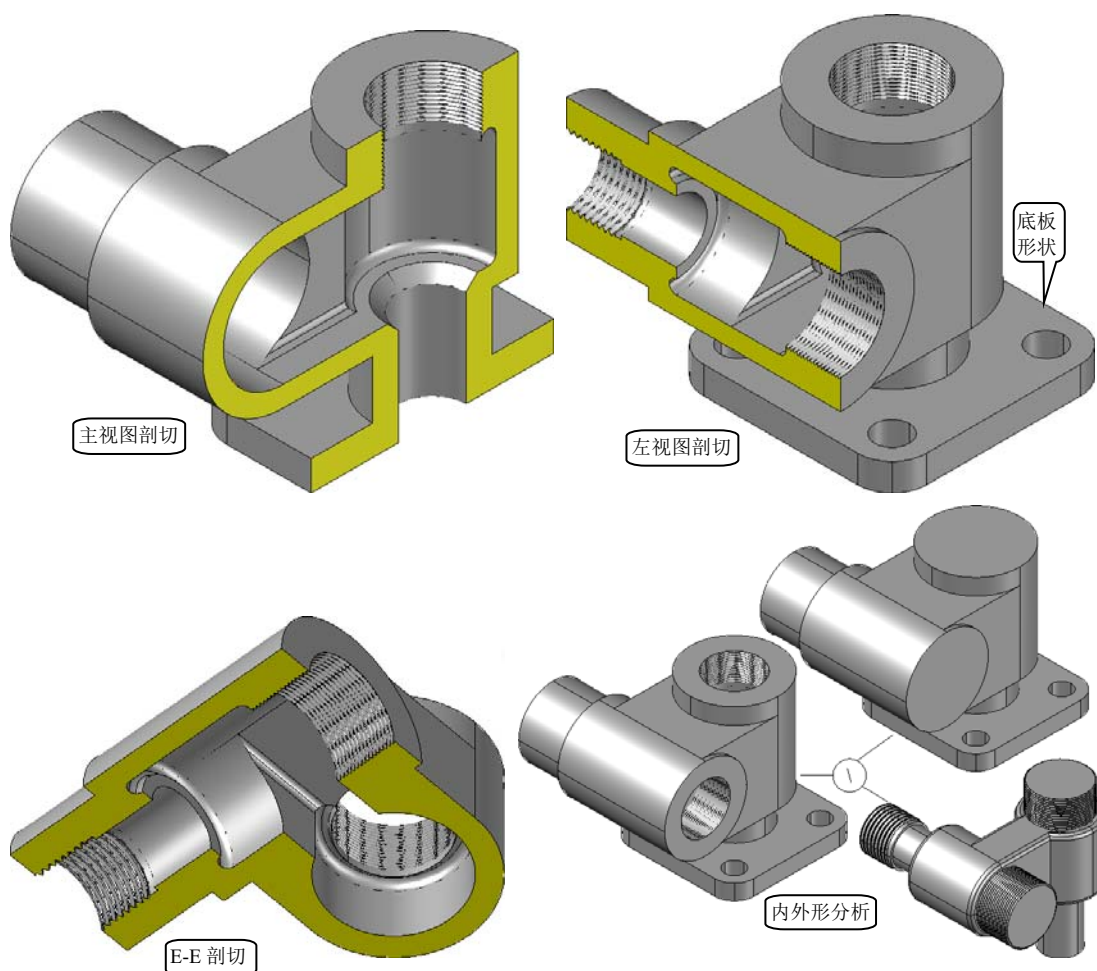

图 22 各视图对应阀体分析
1) A-A 剖视图为主视图，采取全剖视的表达方式，表达内部腔体为左侧前后位置的圆筒与右侧上下位置的圆筒。中间联通，根据截交线判断应为矩形孔，如图 22 所示。注意剖切面靠前、过右侧圆筒的中轴。
2) 左视图为 B-B 剖视图，反映左侧圆筒内部结构、矩形反映与右侧圆筒的连接结构，如图 22 所示。
3) E-E 剖视图，展开的方向为仰视，在左视图上展开，因此该图的左右方向对应形体的前后、上下方向对应形体的左右，由此判断右侧为圆筒结构，完整的阀体也比较清楚了，如图 22 所示。